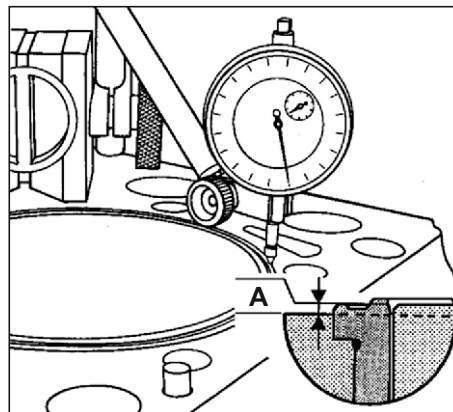

Рис. 39. Контроль установки гильзы.
4. Проверить выступ бурта гильз (см. Рис. 39) над плоскостью блока.